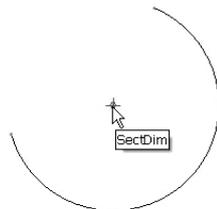

图 2-20 移动圆弧
(4) 移动。将鼠标指针移动到圆心上单击，使之变为一个红色的十字，在红十字上按下左键不放同时拖动，圆弧便随指针一起移动，如图 2-20 所示，在合适位置松开左键，完成操作。